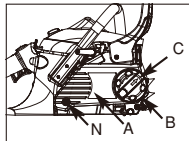

Fig. 3B
3. Släpp knappen (C) något genom att vrida ratten moturs och sedan vrida kedjespänningsringen (B) moturs för att släppa kedjan. (Fig. 3B)
4. Ta bort drivhulets kåpa (A) genom att ta bort skruven (N) och vrida knappen (B) moturs. (Fig. 3B)